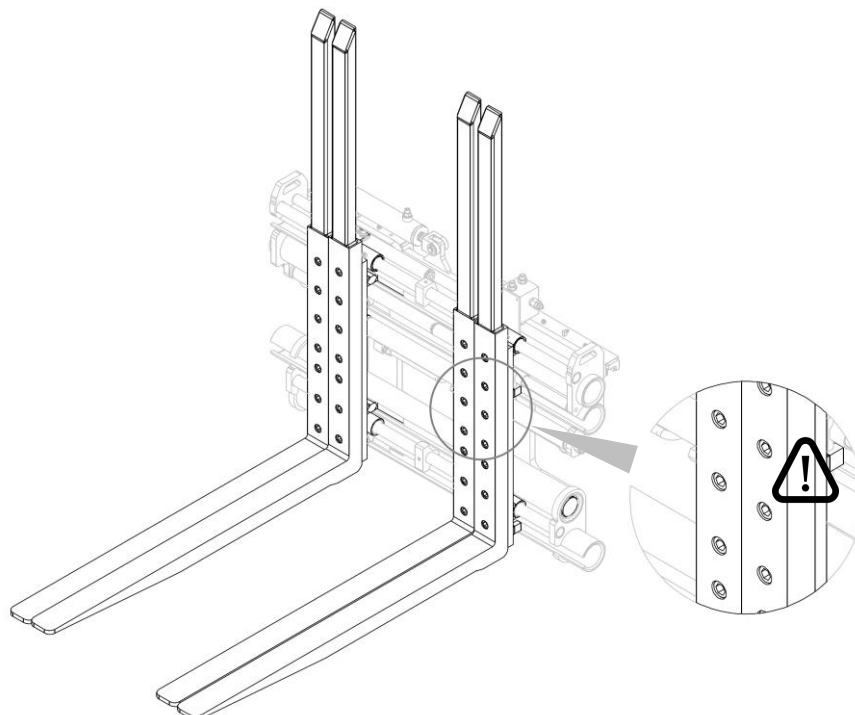

Abbildung 12
2. Prüfen Sie die Verriegelung der Gabelzinken (siehe *Abbildung 12*).